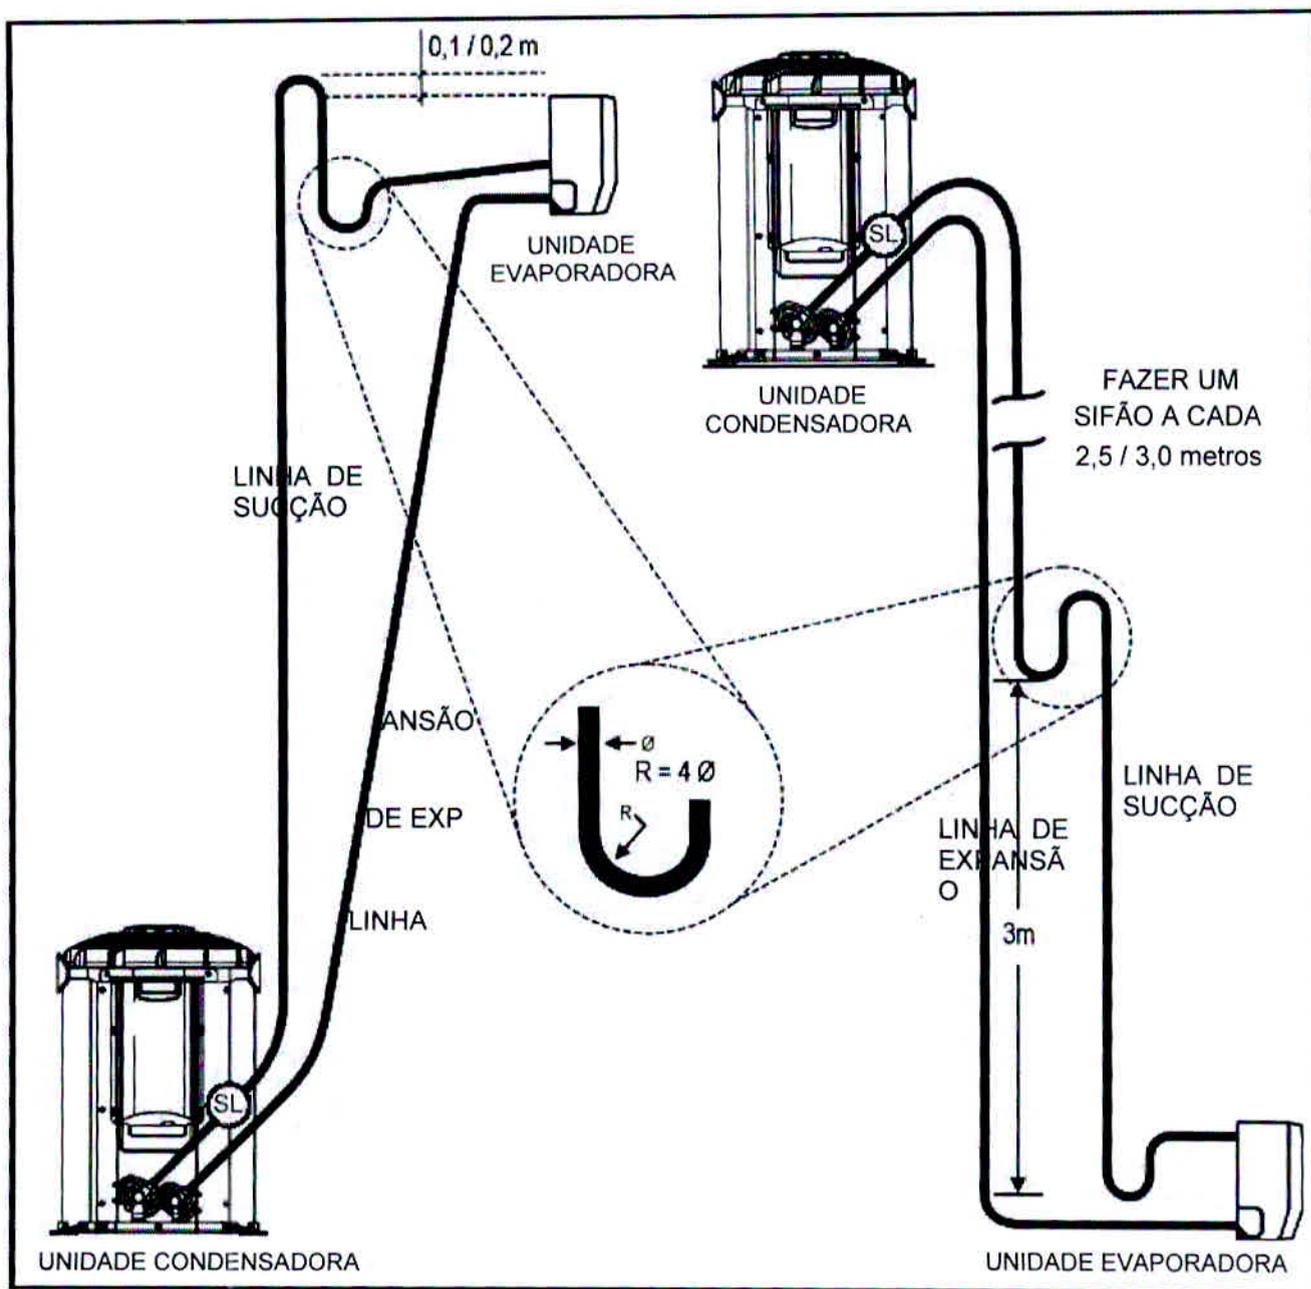

FIGURA 20 - SIFÃO NAS LINHAS DE SUCÇÃO
- 4º Inclinare as linhas horizontais de sucção no sentido do fluxo. (Figura 20)
- 6º O procedimento de vácuo deve ser especialmente bem feito; definir a carga de refrigerante através da medição do superaquecimento (ver sub-item 6.9).